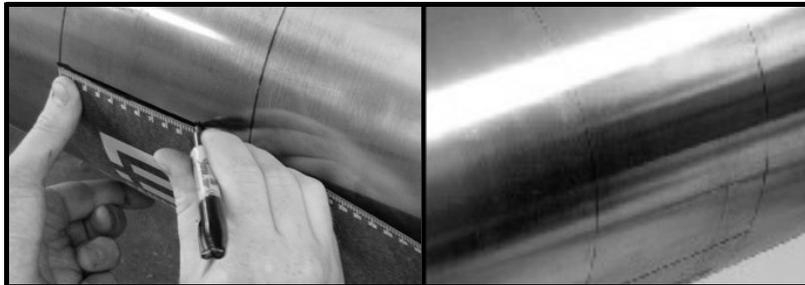

Figura 30: Marcado de la posición de las 3 del reloj
3. Alinee el punto cero de la escala de la cinta de marcado en la posición deseada del primer transductor. (Por lo general, dicho punto debería encontrarse en la posición de las 3 del reloj en un tubo horizontal). Marque cada una de las dos líneas de circunferencia en el punto cero. Una las líneas usando un borde recto (por ejemplo, el de una cinta de marcado) como se ilustra en la Figura 30.